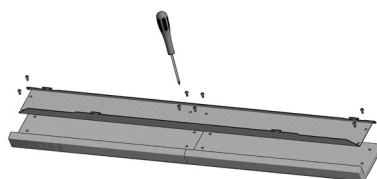

Fig. 30 - Skru majolicaen på
- Frigiv understøttelsen til majolicaen (se **Fig. 30**)